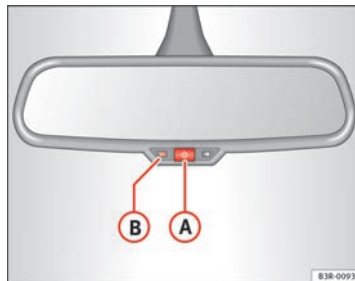

Abb. 102 Abblendbarer Innenspiegel: Kontrollleuchte und Ein-/Ausgeschalt-Taste ▶
- Drücken Sie die Taste **(A)** ⇒ **Abb. 102**. Die Kontrollleuchte **(B)** erlischt.
- Drücken Sie die Taste **(A)** ⇒ **Abb. 102**. Die Kontrollleuchte **(B)** leuchtet.